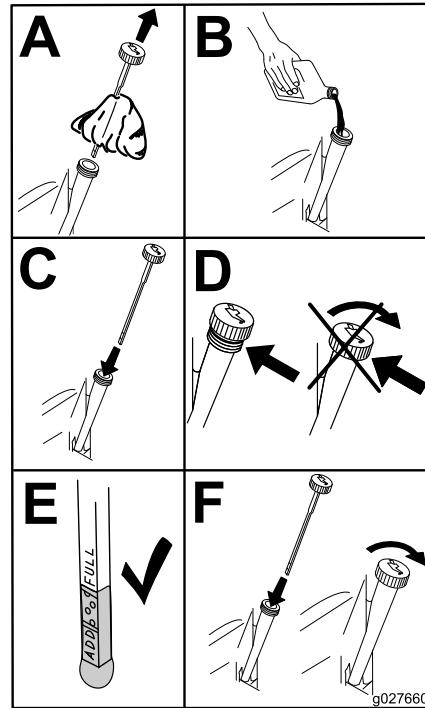

Bild 45
5. Gießen Sie langsam ungefähr 80 % der angegebenen Ölsorte in den Einfüllstutzen und füllen Sie dann vorsichtig mehr Öl ein, um den Ölstand an die Voll-Marke zu bringen (Bild 45).